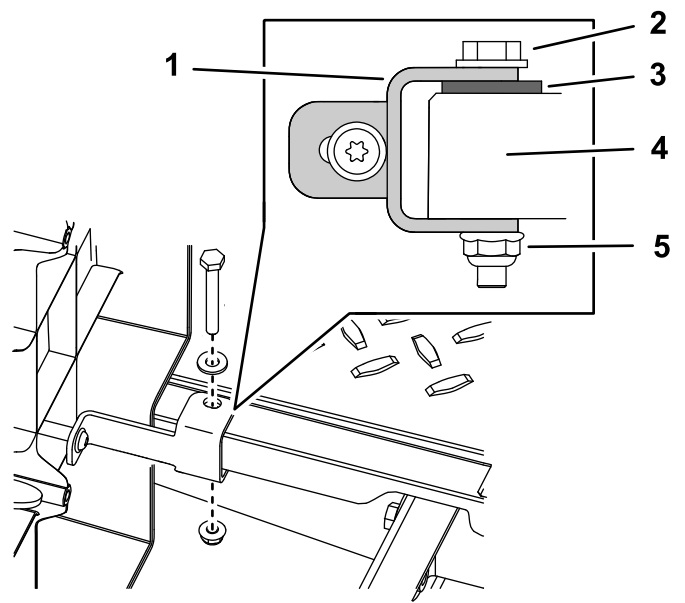

Figura 6
- Utilice el perno, la arandela y la tuerca que retiró de la chapa de suelo para instalar la arandela del kit entre la abrazadera y la chapa de suelo (Figura 6). Repita este paso con la abrazadera izquierda de la chapa de suelo.
1. Dirija el arnés de cables detrás de la cabina y bajo el asiento y fije la abrazadera en el arnés de cables al panel lateral (Figura 6).